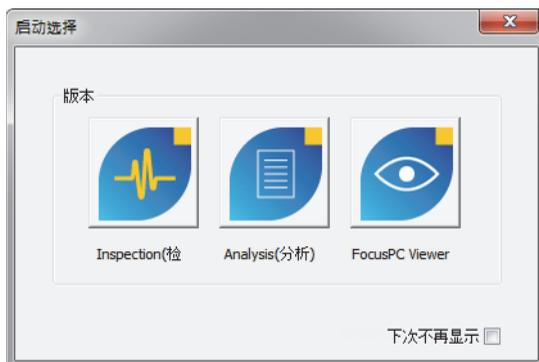

图 1-27 启动选择对话框
5. 在出现的**启动选择**对话框中（参见第43页的图 1-27），点击与所需FocusPC版本相对应的图标按钮。